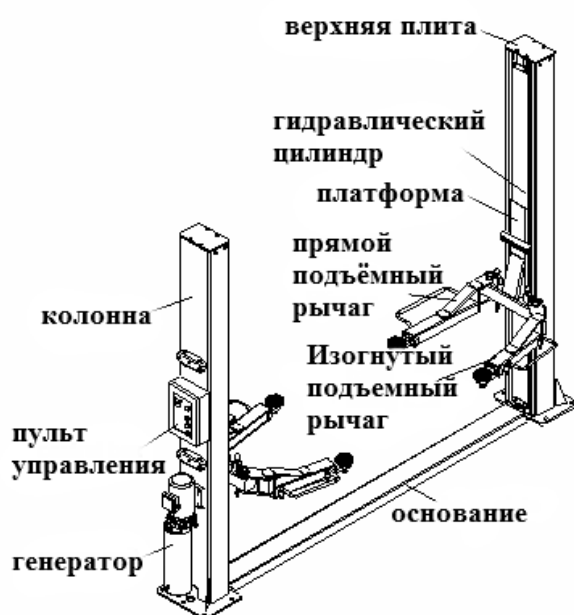

рис. 2
2.3 Конструкция подъемника (рис. 2)